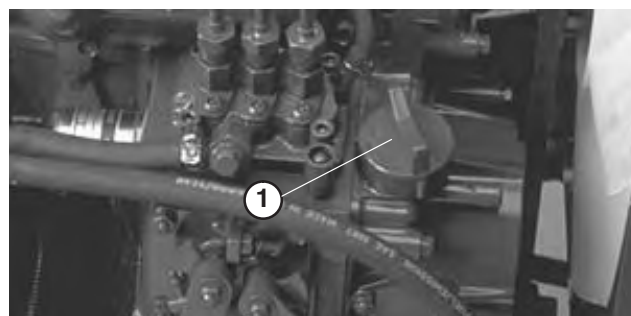

Figure 26
3. Si le niveau est bas, retirez le bouchon de remplissage (Fig. 26) et versez progressivement de petites quantités d'huile, en vérifiant fréquemment le niveau, jusqu'à ce que l'huile atteigne le repère du plein (FULL) sur la jauge.